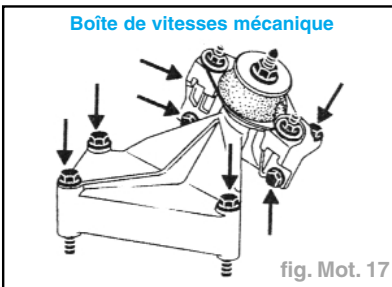

fig. Mot. 17
- l'ensemble suspension pendulaire de la boîte de vitesses. (fig. Mot. 17 et 18).
- la tôle (3) sur le longeron,